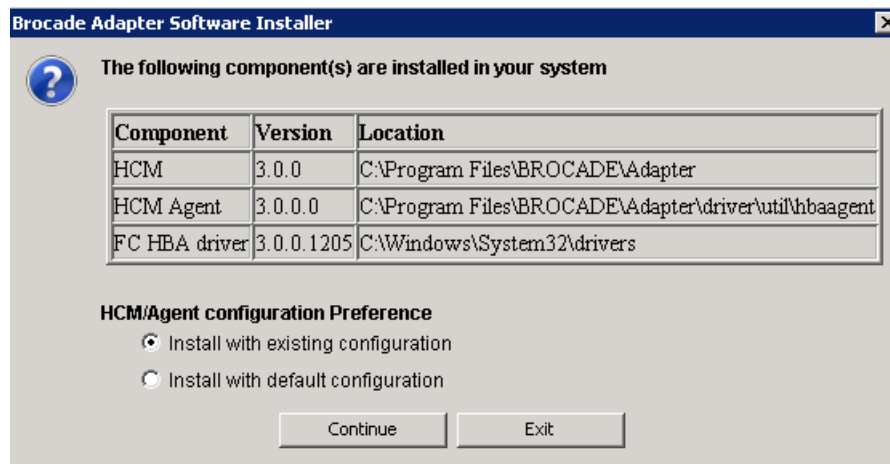

FIGURA 12 Pantalla de componentes de software instalados
6. Si se muestra una pantalla como la de Figura 12 en la página 76, con una lista de los componentes de software ya instalados en el sistema, seleccione una de las siguientes opciones, haga clic en **Continue** (Continuar) y, a continuación, vaya a paso 10.